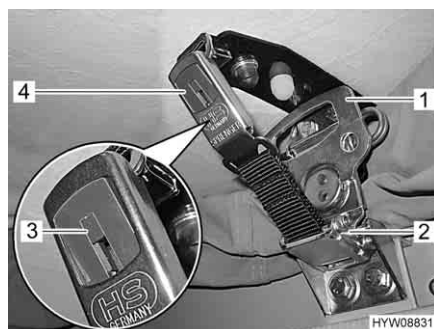

Fig. 29 Bloccaggio
- Tirare verso il basso sui due lati la serratura rapida (Fig. 29,2) e agganciarla nella piastrina di sostegno.
- Ruotare la maniglia (Fig. 29,1) sulla serratura rapida (Fig. 29,2) in senso orario di mezzo giro.
- Chiudere la serratura a scatto (Fig. 29,4) premendo sui due lati.
- Spingere il cursore rosso (Fig. 29,3) in basso premendo sui due lati. In questo modo la serratura a scatto (Fig. 29,4) è assicurata contro l'apertura involontaria.